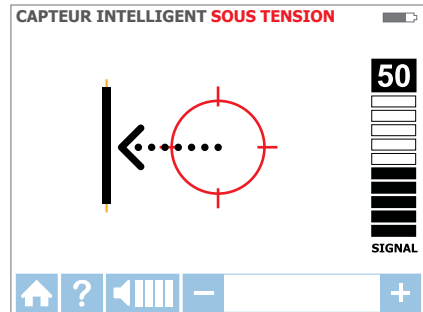

Figure 3.1e :
4. Déplacez le récepteur dans la direction indiquée par la flèche à l'écran (Figure 3.1e).